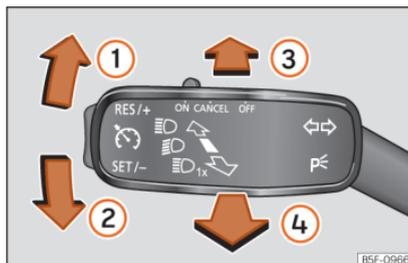

Fig. 95 Manipulo dos indicadores de mudança de direção e dos máximos.
• A partir da posição base, pressione para a frente o manípulo dos indicadores de mudança de direção e de máximos »» Fig. 95 ③.
- **OU:** com a luz de máximos ligada, puxe para trás o manípulo dos indicadores de mudança de direção e de máximos »» Fig. 95 ④.